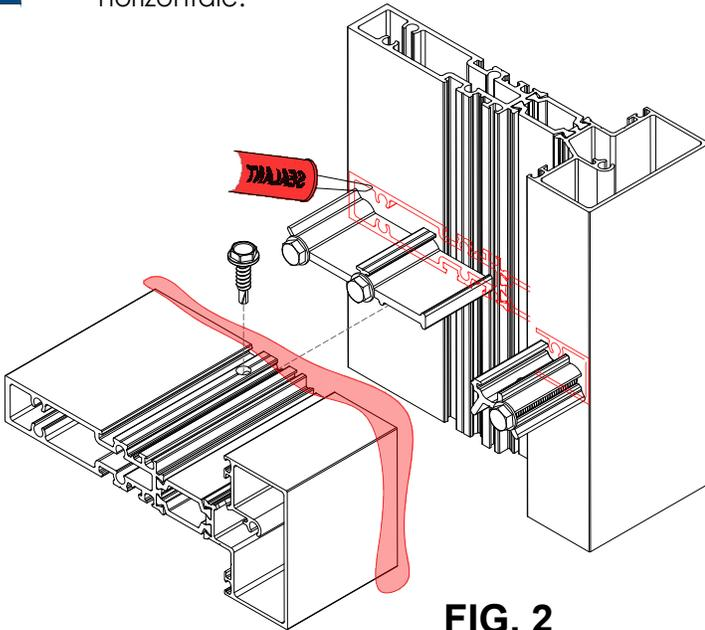

FIG. 2
- Installer l'attache anti-cisaillement à l'aide de la fixation appropriée figurant dans la liste des COMPOSANTS DE MENEAU INTERMÉDIAIRE. **Voir FIG 2**
- Appliquer le scellant aux deux extrémités du profilé. **Voir FIG 2.**